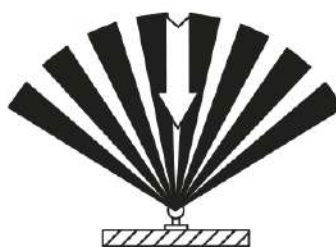

Рисунок 6
5.3 Установка прожекторов ИО 150Д, ИО 500Д осуществляется на высоте от 2 до 3,5 м. При выборе места установки прожекторов ИО 150Д, ИО 500Д необходимо учитывать, что наибольшую чувствительность датчик движения имеет, когда движущийся объект перемещается перпендикулярно лучам зоны обнаружения (рисунок 6).